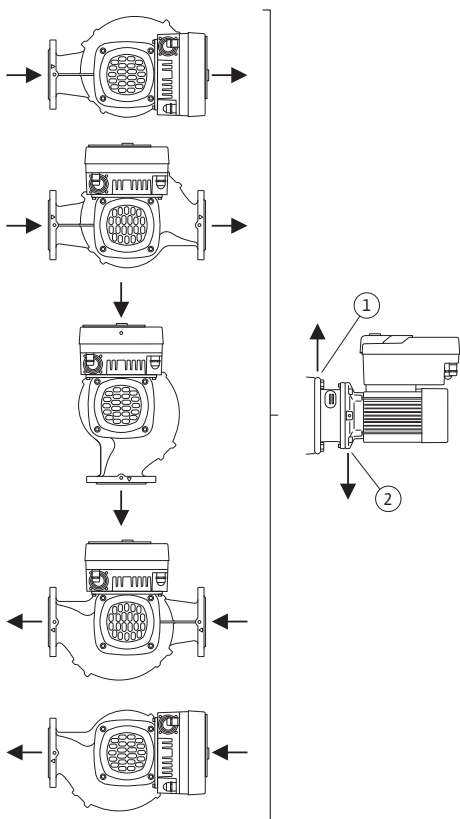

Fig. 9: Posizioni di montaggio ammesse con albero del motore orizzontale
Le posizioni di montaggio ammesse con albero del motore orizzontale e modulo elettronico verso l'alto (0°) sono illustrate nella Fig. 9.
La disaerazione della pompa è garantita in modo ottimale se la valvola di disaerazione è rivolta verso l'alto (Fig. 9, pos. 1).
In questa posizione (0°) la condensa formatasi può defluire in modo mirato attraverso gli appositi fori, la lanterna della pompa e il motore (Fig. 9, pos. 2).